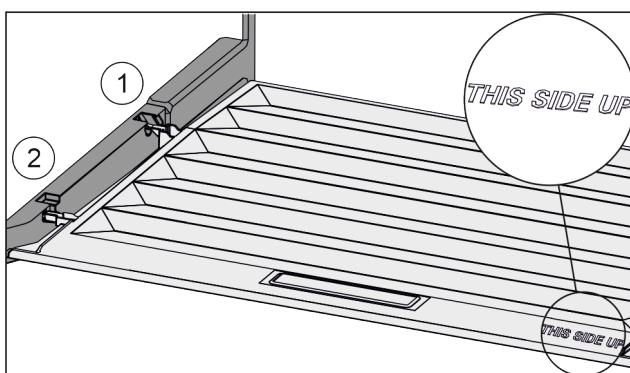

Fig. 102
- Introduceți nervura capacului prin orificiul suportului posterior Fig. 102 (1) și înclichețați-l în față în suport Fig. 102 (2).